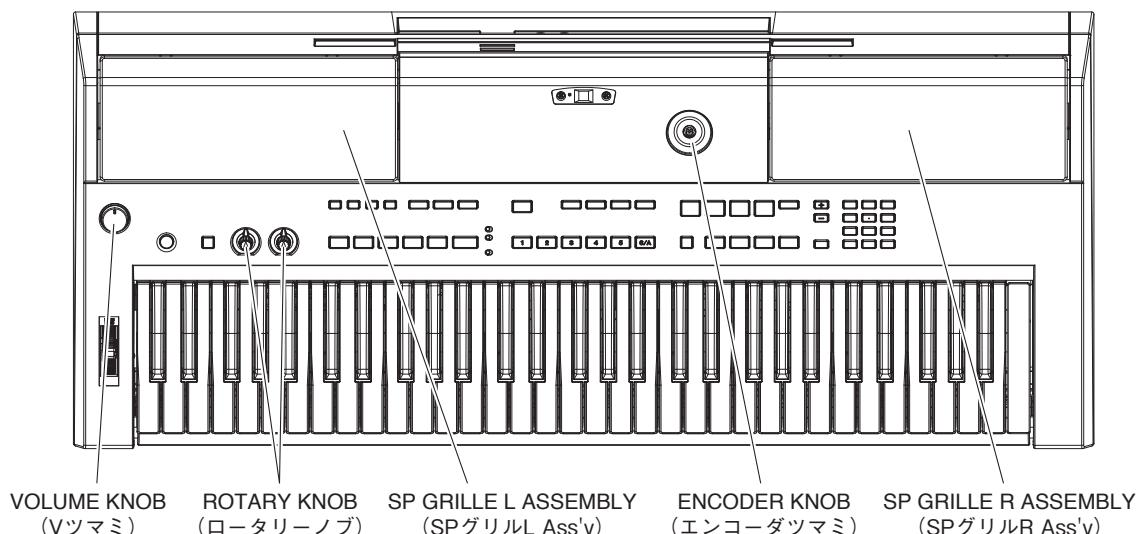
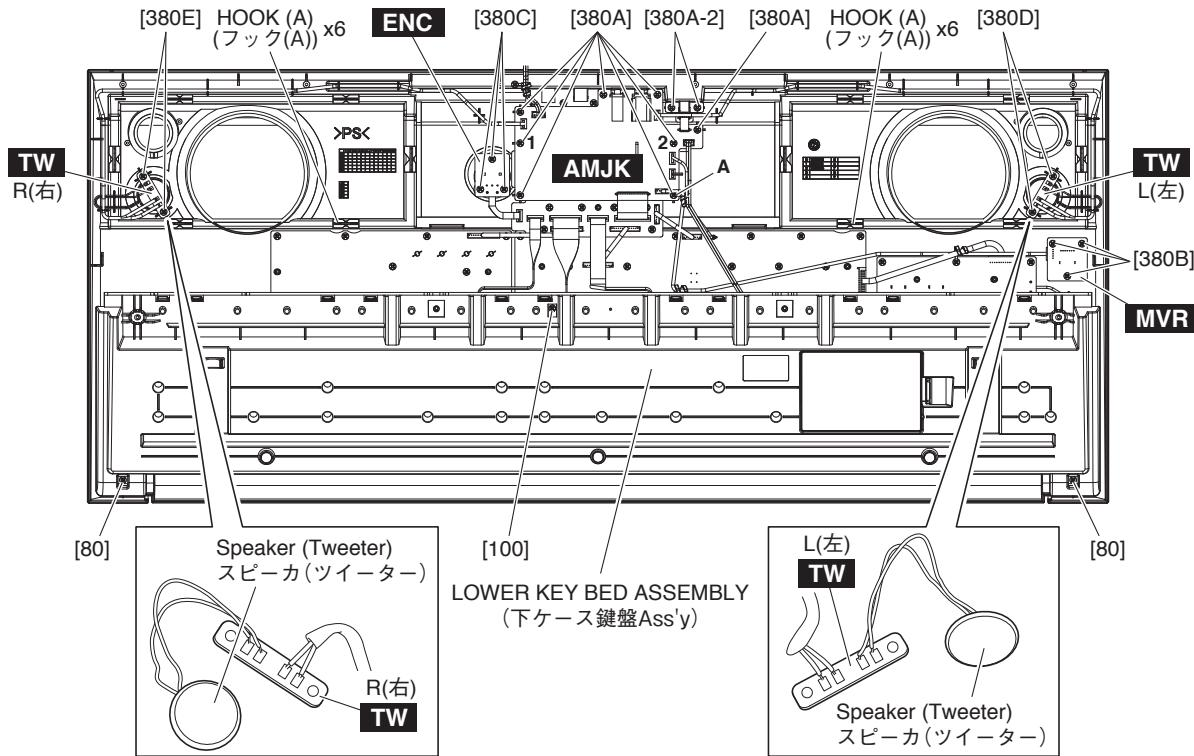
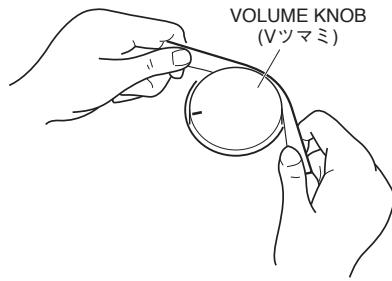
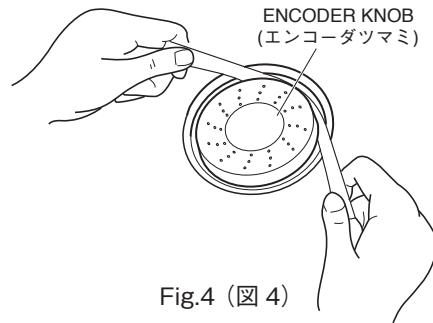

Fig.1 (図 1)
Fig.2 (図 2)
Fig.3 (図 3)
Fig.4 (図 4)
The lower case assembly can then be removed. (Fig.1)*
- * When installing the lower case assembly, first tighten the screw marked [90] and then the remaining screws. (Fig. 1)
- 1-1 [80] のネジ 6 本、[90] のネジ 2 本と [100] のネジ 2 本を外して、下ケース Ass'y を外します。 (図 1)
下ケース Ass'y を取り付けるときは、最初に [90] のネジを締めてから他のネジを締めてください。 (図 1)
| 2-2 | Remove the eight (8) screws marked [380A] and two (2) screws marked [380A-2] that installed DC circuit board. The AMJK circuit board can then be removed. (Fig.2) | 2-2 | [380A] のネジ 8 本および [380A-2] の DC-IN シート 取付ネジ 2 本を外して、AMJK シートを外します。 (図 2) |
| * | As for the screw marked [380A] at the location of "A", it is tightened together with a wire clip. (Fig.2) | * | "A" の位置の [380A] のネジ 1 本は、束線止めと共に締められています。 (図 2) |
| * | When installing the AMJK circuit board, tighten the screws 1, 2 in that order and then the remaining screws. (Fig. 2) | * | AMJK シートを取り付けるときは、1、2 の順でネジを締めてから他のネジを締めてください。 (図 2) |
| 3-1 | Pull out the volume knob from the control panel as shown in Fig.3. (Fig.1, Fig.3) | 3-1 | コントロールパネルから、V ツマミを図 3 のようにして抜いておきます。(図 1、図 3) |
| 3-3 | Remove the three (3) screws marked [380B]. The MVR circuit board can then be removed. (Fig.2) | 3-3 | [380B] のネジ 3 本を外して、MVR シートを外します。 (図 2) |
| 4-1 | Pull out the encoder knob from the control panel as shown in Fig.4. (Fig.1, Fig.4) | 4-1 | コントロールパネルから、エンコーダツマミを図 4 のようにして抜いておきます。(図 1、図 4) |
| 4-3 | Remove the three (3) screws marked [380C]. The ENC circuit board can then be removed. (Fig.2) | 4-3 | [380C] のネジ 3 本を外して、ENC シートを外します。 (図 2) |
Remove the connector assembly TW and speaker cable soldered to the TW circuit board (L) and remove the two (2) screws marked [380D]. The TW circuit board (L) and speaker L (tweeter) can then be removed. (Fig.2)
Remove the connector assembly TW and speaker cable soldered to the TW circuit board (R) and remove the two (2) screws marked [380E]. The TW circuit board (R) and speaker R (tweeter) can then be removed. (Fig.2)
6-2 Set the six (6) hooks [A] parallel to the groove in the upper case assembly and remove the SP grille L assembly. (Fig.1, Fig.2)
7-2 Remove the two (2) screws marked [80] and the screw marked [100]. The lower key bed assembly can then be removed. (Fig.2)
TW シート (左) に半田付けされている TW 束線とスピーカ束線を外し、[380D] のネジ 2 本を外して TW シート (左) とスピーカ (ツイーター) 左を外します。 (図 2)
TW シート (右) に半田付けされている TW 束線とスピーカ束線を外し、[380E] のネジ 2 本を外して TW シート (右) とスピーカ (ツイーター) 右を外します。 (図 2)
6箇所のフック (A) を上ケース Ass'y の溝と平行にして、SP グリル L を外します。 (図 1, 図 2)
[80] のネジ 2 本と、[100] のネジ 1 本を外して、下ケース鍵盤 Ass'y を外します。 (図 2)